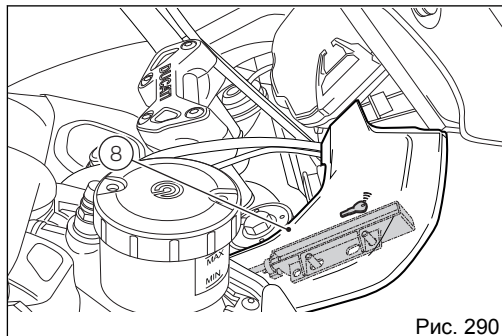

Рис. 290
(Рис. 288) указывает на положение блока системы Hands Free (6) с защитной крышкой (7), а (Рис. 289) указывает на положение блока системы Hands Free (6) для варианта исполнения США. (Рис. 290) указывает на положение антенны (8).